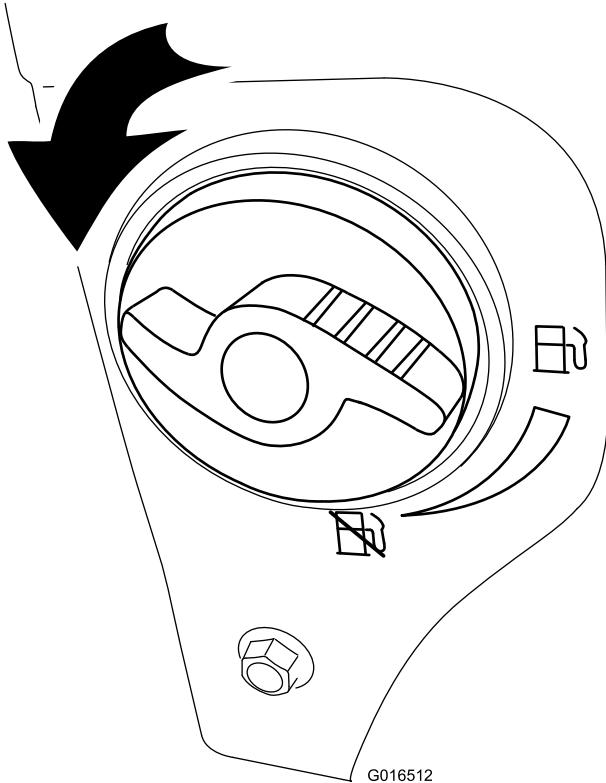

Figure 26
2. Ouvrez le robinet de carburant en le tournant de 1/4 de tour dans le sens anti-horaire (Figure 26).